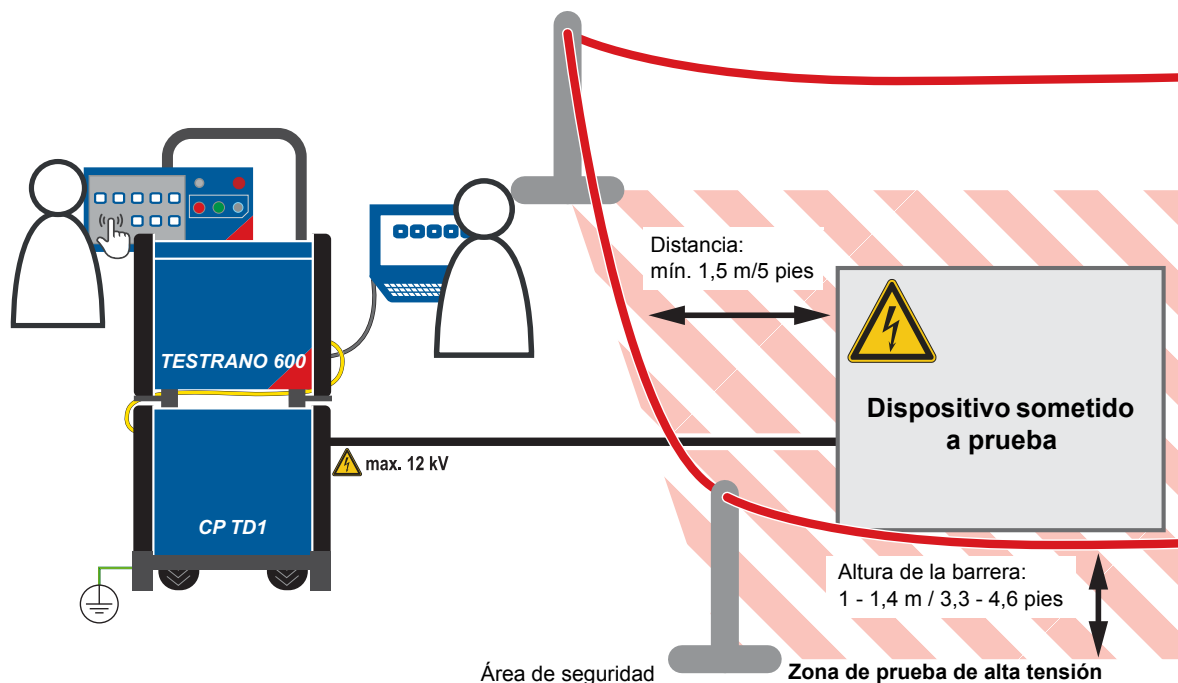

Figura 1-1: Ilustración de zona segura y zona de alta tensión preparadas para trabajar con el **TESTRANO 600** y **CP TD1**
- ▶ Separe su zona de trabajo. Consulte la Figura 1-1: "Ilustración de zona segura y zona de alta tensión preparadas para trabajar con el *TESTRANO 600* y CP TD1" en la página 5.